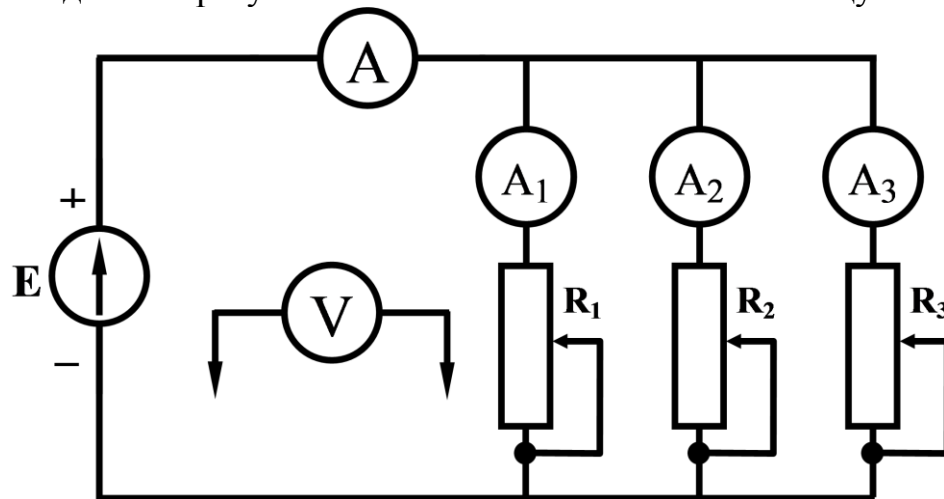

Рисунок 4 – Схема для исследования цепи с параллельным соединением резисторов
1. Собрать электрическую схему рисунок 4. Измерить токи и напряжения для двухположений движков реостатов.